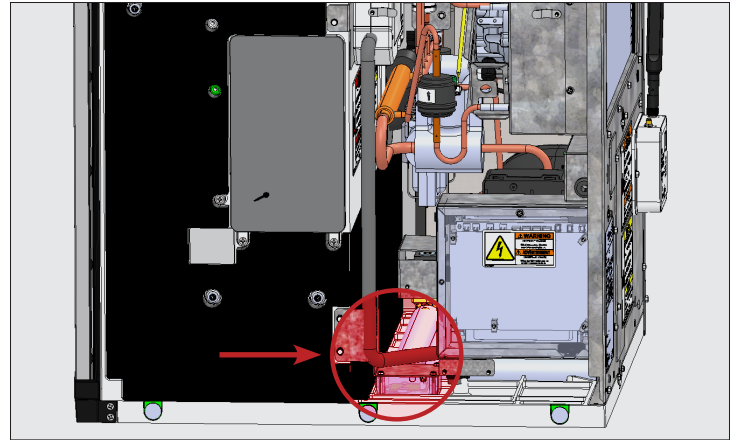

Abb. 1. Ort der Anbringung des Eisfüllstandensors.
3. Entfernen Sie die 2 Schrauben, die die Halterung am Kunststoffgehäuse halten. Siehe Abb. 1.